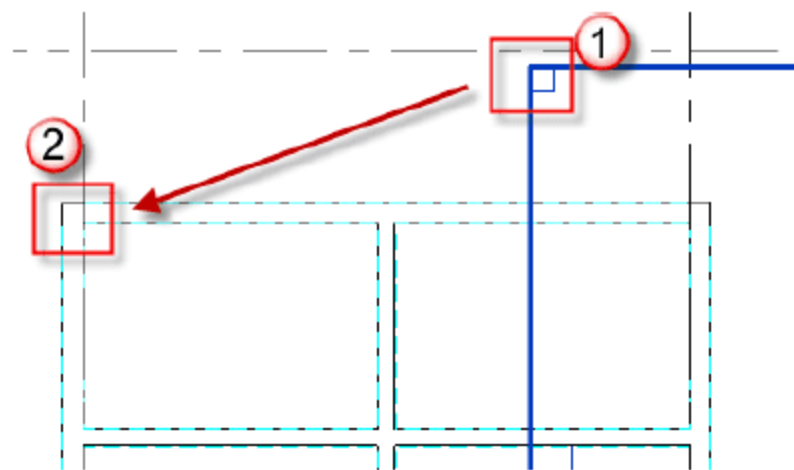
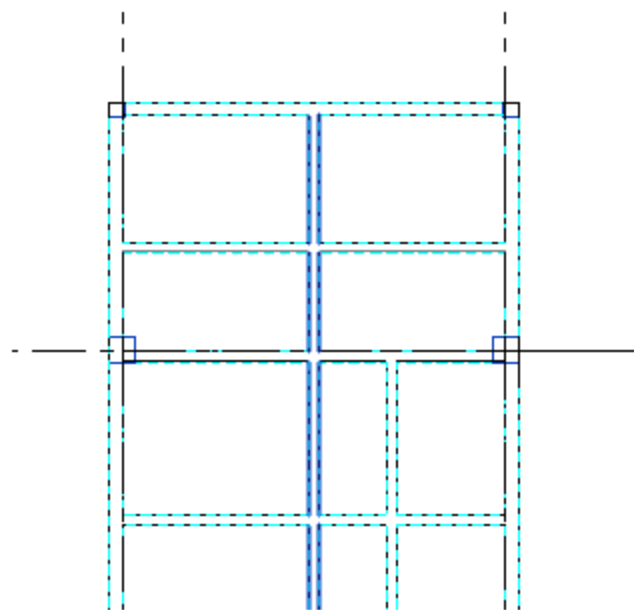

图 5.2.23 选中屋面柱并移动
图 5.2.24 对齐图形
(3) 整体移动 DWG 文件使其与轴网相符合。单击“屋面柱”DWG 文件，按快捷键 M+V，将①点移动到②点（即①轴和 G 轴的交点）如图 5.2.23 所示。移动完成后如图 5.2.24 所示。